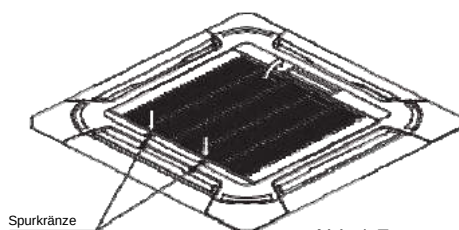

Abb.1-7
- Drehen Sie die Spurkränze des Gitters nach Innen und danach ziehen Sie sie nach oben (Siehe Abb.1-7).